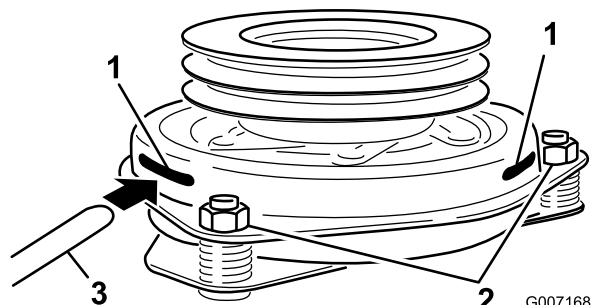

Figura 59
9. Introduzca una galga de 0,381–0,533 mm (0,015–0,021 pulg.) por una ranura de inspección en el lateral del conjunto. Asegúrese de ubicarla entre las superficies de fricción del rotor y el inducido (Figura 59).
10. Apriete las contratueras hasta fijar ligeramente la galga pero dejando que ésta se pueda mover con facilidad en la separación (Figura 59).